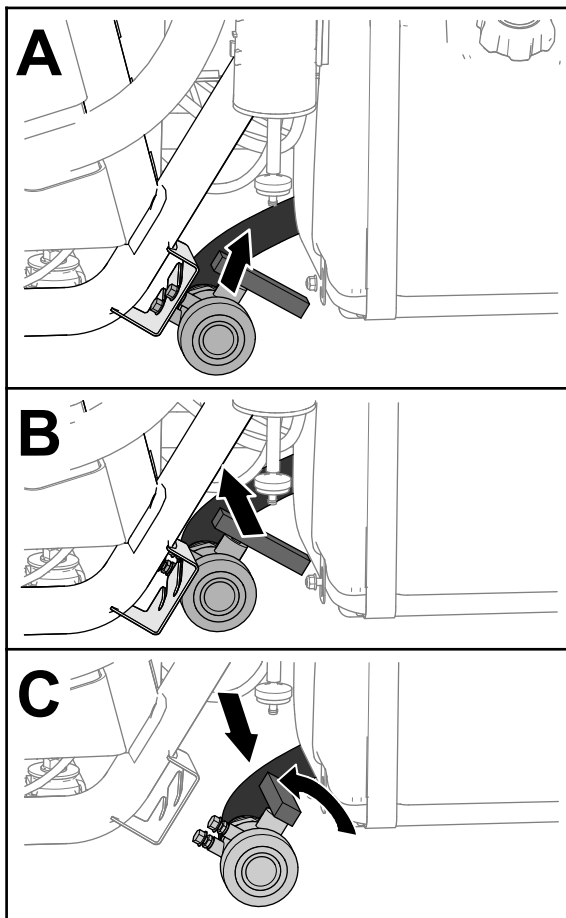

Figura 27
2. Localize a válvula de drenagem do tanque no lado esquerdo da máquina, à frente do tanque de combustível (Figura 27).
3. Levante a válvula e mova-a para dentro até que os pregos do suporte da válvula liberem as fendas no suporte da válvula de drenagem e mova a válvula para trás (Figura 27).
4. Alinhe a extremidade posterior da válvula com o recipiente de drenagem e gire a alavanca da válvula no sentido anti-horário para a posição aberta (Figura 27).
5. Quando o tanque estiver completamente drenado, gire a alavanca da válvula de drenagem para a posição fechada e monte a válvula no suporte da válvula de drenagem (Figura 27).